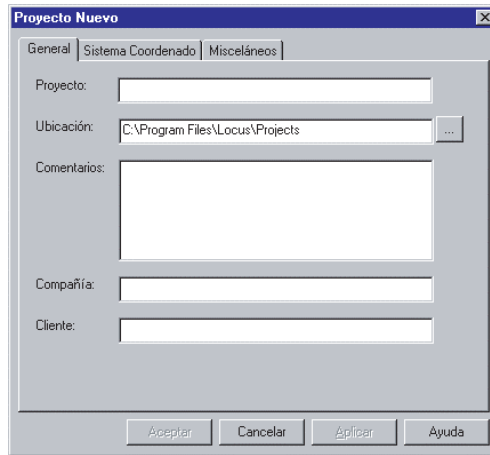

Figura 11.1. Nuevo Proyecto - Etiqueta General
Aparece el diálogo Nuevo Proyecto, como se muestra en Figura 11.1.
5. Luego vaya a **Misceláneos** para establecer las unidades del proyecto y el punto inicial de precisión. La Figura 11.1 muestra los valores que se usarán en este tutorial.